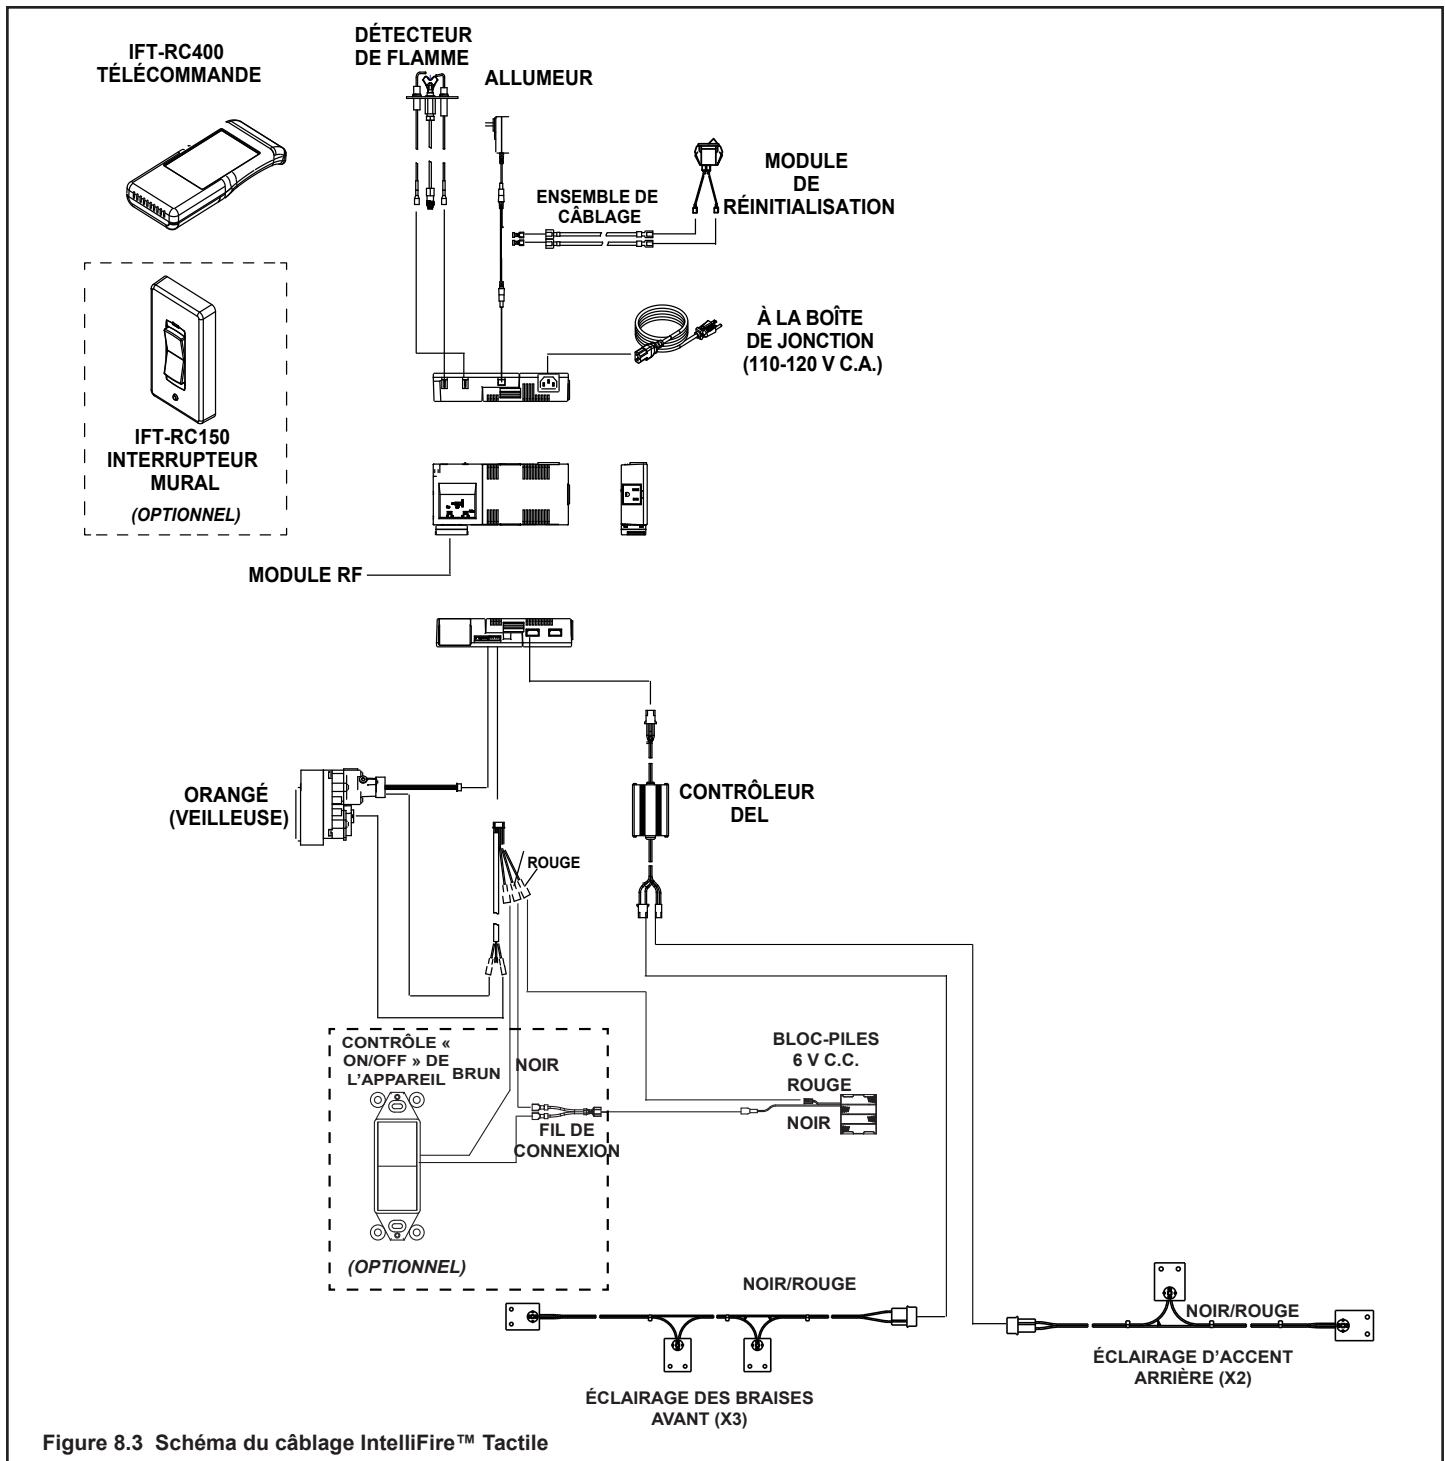

Figure 8.3 Schéma du câblage IntelliFire™ Tactile
- Se référer à la figure 8.3, Schéma du câblage IPI.